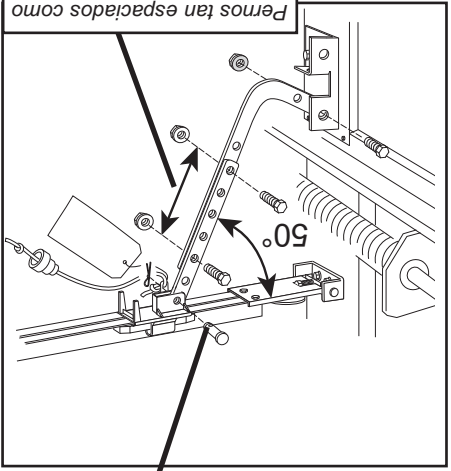

FIG. 2-9 Acoplando los brazos de la puerta.
- Fixer la partie courte du bras de porte incurvé au support de porte à l'aide d'un boulon et d'un écrou de blocage (Fig. 2-9).
- Fixer le bras droit au chariot à l'aide de l'axe de chape et de la goupille fendue (Fig. 2-9).
- Placer les boulons disposés ainsi, resserrer les bras ensemble à l'aide des boulons et des écrous aussi loin que possible l'un de l'autre (Fig. 2-9).
- Sujete la derivación corta del brazo curvo de la puerta al soporte de la puerta con el perno y la tuercas de cierre (Fig. 2-9).
- Sujete el brazo recto al corredizo usando el pasador de horquilla y pasador de 2 patas (Fig. 2-9).
- Con los brazos dispuestos en esta posición, sujete los brazos juntos usando pernos y tuercas tan espaciados como sea posible (Fig. 2-9).